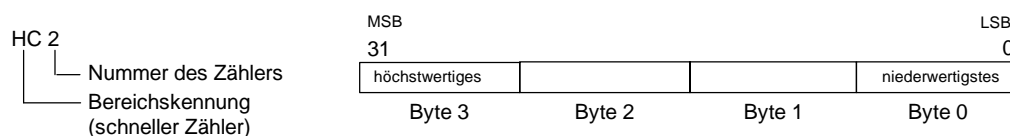

Bild 6-28 Zugriff auf den aktuellen Wert eines schnellen Zählers
Wenn Sie auf den Zählwert eines schnellen Zählers zugreifen möchten, geben Sie die Adresse des schnellen Zählers mittels des Speicherbereichs (HC) und der Nummer des Zählers (z.B. HC0) an. Der aktuelle Wert eines schnellen Zählers ist schreibgeschützt und kann nur im Doppelwortformat (32 Bit) adressiert werden (siehe Bild 6-28).